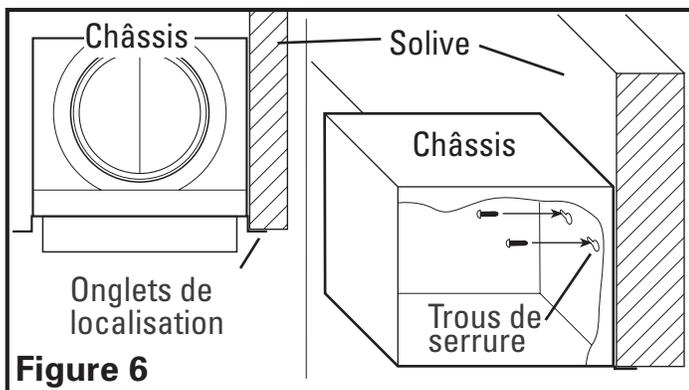

Figure 6
- 2b. En vous servant des onglets de repère situés sur le châssis de la grille, alignez ce dernier de sorte qu'il soit à effleurement du plafond final. Placez le châssis de sorte à ce que les onglets reposent à plat sur la solive et fixez les vis de 25,4 mm incluses, dans les deux trous de serrure (**Figure 6**).
- 2b. Déterminez l'emplacement où la grille sera installée au long de la solive en commençant à 3,17 mm de la solive, découpez une ouverture circulaire de 152,4 mm en faisant attention de ne pas couper ou endommager des composants électriques ou tout autre matériel dissimulé (**Figure 9**). Placez le collet du châssis de la grille dans l'ouverture découpée de sorte qu'elle soit à effleurement du plafond final (**Figure 10**). Fixez le châssis de la grille à la solive en insérant les vis de 25,4 mm incluses, dans les deux trous de serrure (**Figure 6**).